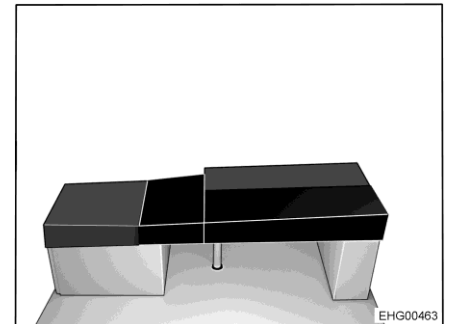

Fig. 165 Después de la transformación
- Colocar el cojín adicional rectangular en la mesa (véase Fig. 165).
- Colocar el cojín adicional oblicuo sobre el ensanchamiento de cama en forma de L (véase Fig. 165).